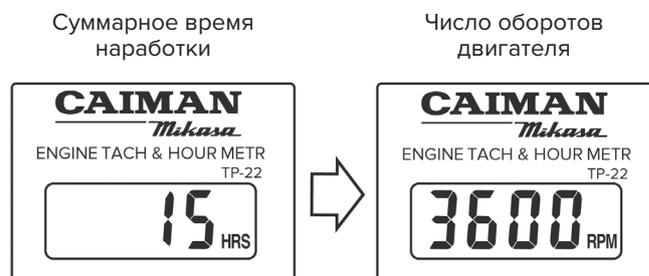

Рис. 13
9. Во время работы на дисплее отображается число оборотов двигателя (рис. 13).